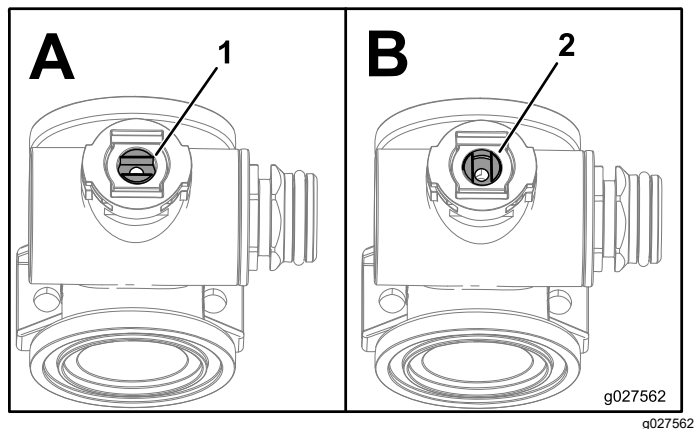

図 123
7. バルブシステムアセンブリを「閉」にセットする 図 123。